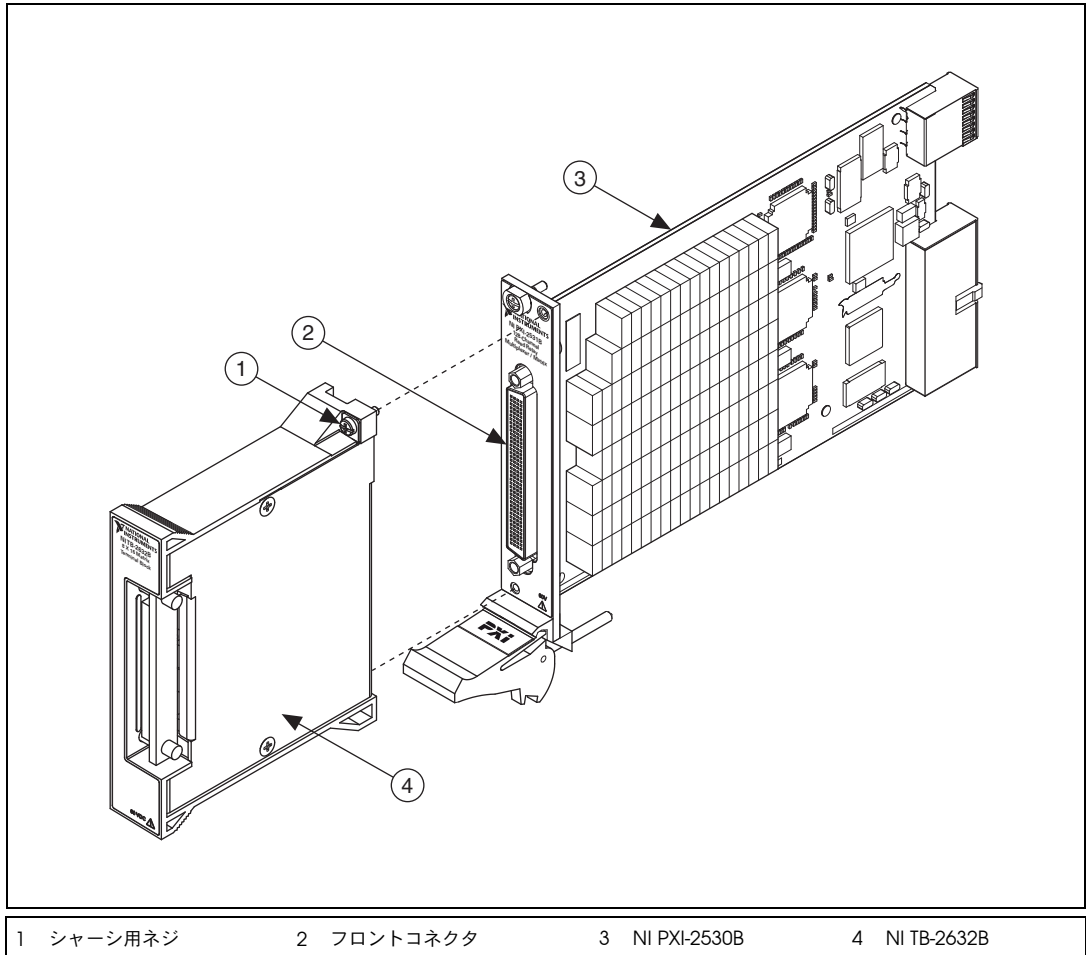

図 3 NI TB-2632B 端子台を取り付ける
1. 図 3 に示すように、NI TB-2632B を NI PXI-2530B のフロントコネクタに差し込みます。